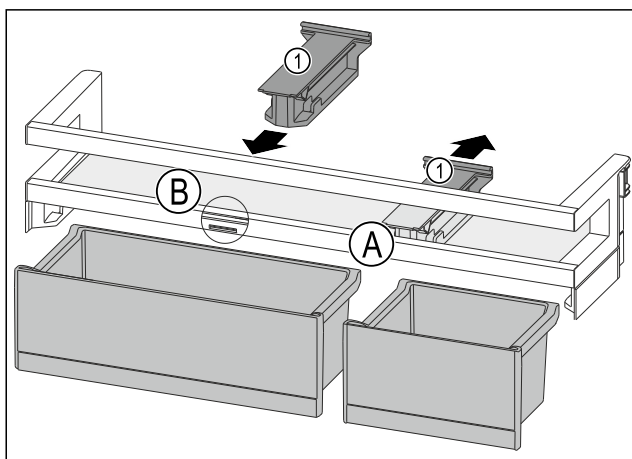

Fig. 89
- Largoni nga prapa pjesën mbajtëse Fig. 89 (1) në pozicionin Fig. 89 (A).
- Vendosni pjesën mbajtëse Fig. 89 (1) në pozicionin Fig. 89 (B).